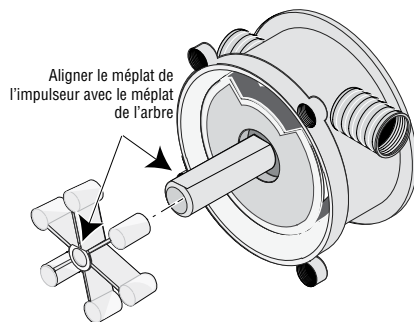

Figure 6 – S'assurer d'aligner le méplat de l'impulseur avec le méplat de l'arbre.
8. Poser l'impulseur neuf. S'assurer d'aligner le méplat de l'impulseur avec le méplat de l'arbre du moteur. Se reporter à la Figure 6.